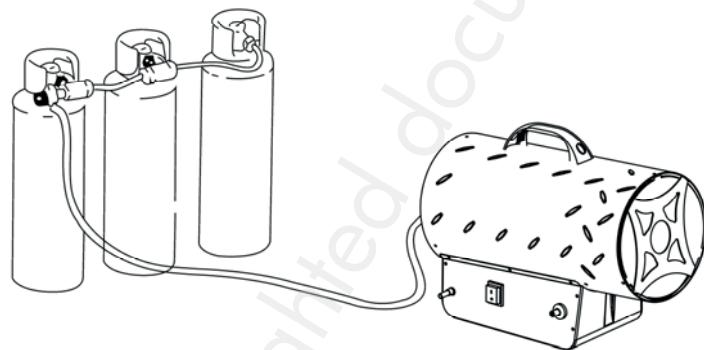

Figure 2
- Si le chauffage doit fonctionner pendant une longue période à sa capacité maximale, de la glace peut se former sur la bouteille de gaz. Ceci est dû à un dégagement excessif de vapeur. Ce n'est pas pour cette raison, ni pour aucune autre, que la bouteille doit être chauffée. Pour éviter cet effet ou le réduire, utilisez une grande bouteille ou deux bouteilles reliées ensemble (figure 2).